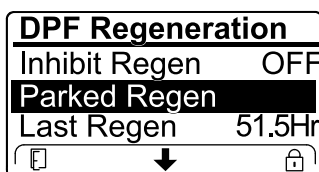

Figura 71
- În cazul în care computerul motorului solicită o regenerare de recuperare sau procesează o regenerare de recuperare i derulai în jos la opțiunea PARKED REGEN (Regenerare în stare de parcare), regenerarea în stare de parcare se blochează i pictograma de blocare (Figura 71) apare în colul dreapta jos al InfoCenter.